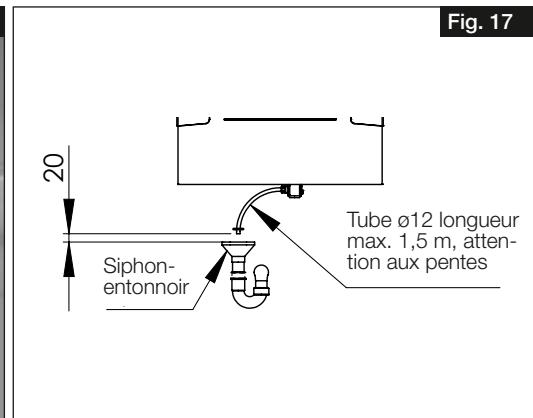

Fig. 17
- > Le tube des condensats doit s'arrêter 20 mm au-dessus de l'évacuation ouverte, c'est-à-dire avant le possible niveau d'eau (voir Fig. 17).
- > Le tube des condensats sortant du siphon à boule doit respecter une pente (vers un point bas et non pas vers un point haut) avant de déverser l'eau dans un siphon ouvert de type entonnoir. Il ne doit pas être relié via un système fermé (voir Fig. 17).